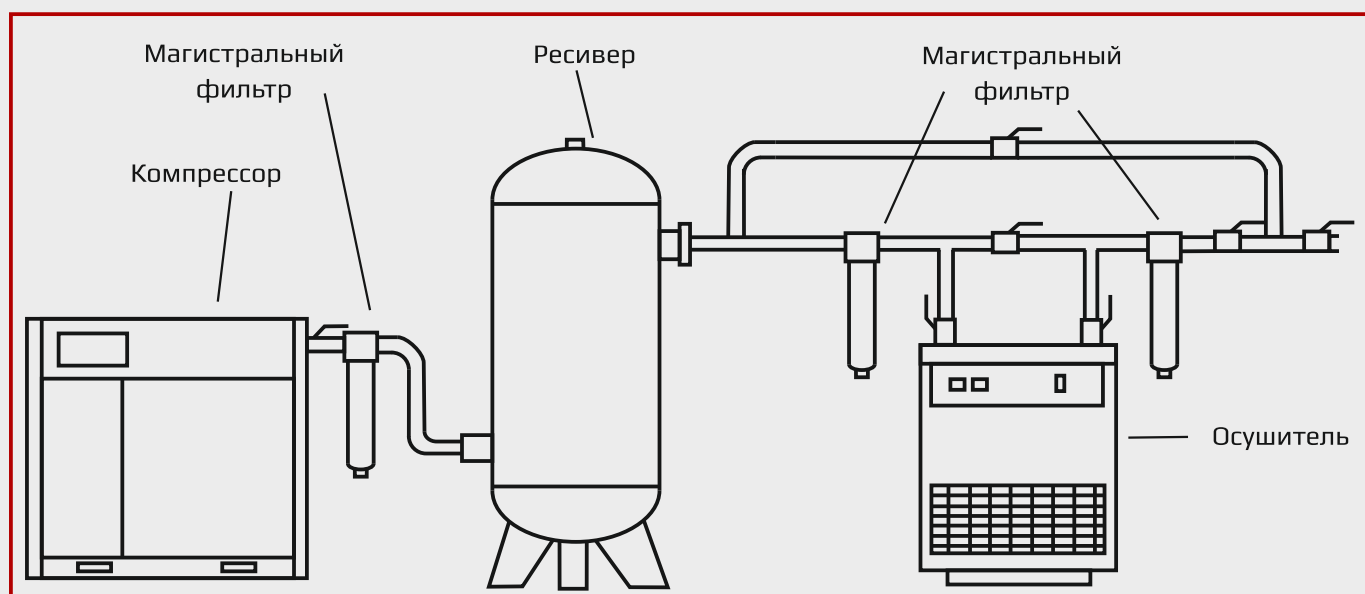

Рис.1.
- Для подключения осушителя к пневмосети предприятия, необходимо подвести к его входу и выходу трубопроводы соответствующего диаметра. Обязательным условием подключения должны быть запирающие вентили или краны на входе и выходе осушителя, а также обводной канал, чтобы пускать сжатый воздух на прямую к потребителю (Рис.1.). В противном случае, это может затруднить работу по обслуживанию и ремонту осушителя.
- Советуем использовать следующую последовательность оборудования (Рис.1.): компрессор, магистральный фильтр, затем ресивер, в этом случае он работает как первичный влагоотделитель, а также снижает температуру сжатого воздуха, далее необходимо установить магистральный фильтр и осушитель. Нагрузка на последний при такой последовательности значительно снижается. Правильное направление прохождения воздуха через магистральный фильтр показывает стрелка на его корпусе. Если при работе имеются периоды высокого потребления воздуха в течении короткого интервала времени, Вам потребуется второй ресивер.